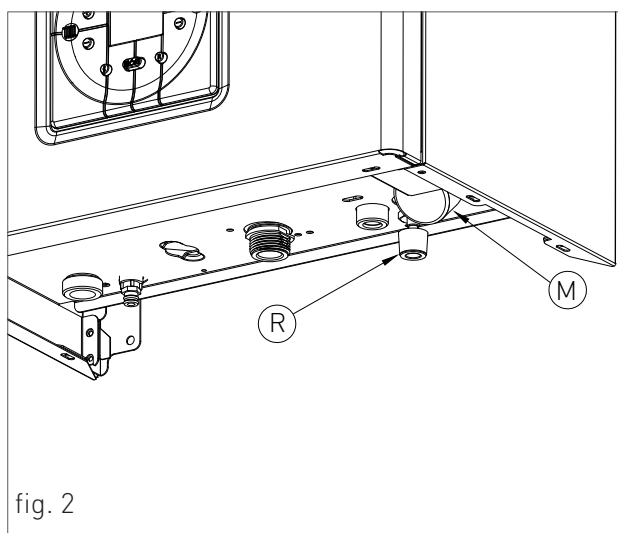
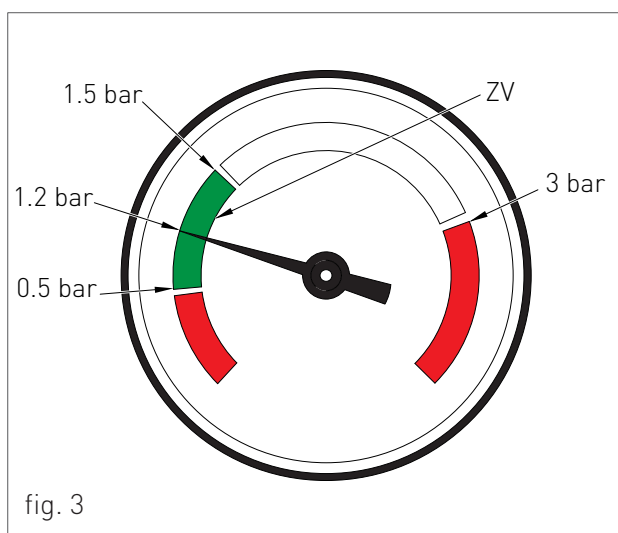

fig. 2
fig. 3
Per il posizionamento, operare come segue (vedi fig. 2):
3. aprire il rubinetto di carico "R" (fig. 2);
4. controllare attraverso il manometro "M" (fig. 2) che la pressione dell'impianto raggiunga 1.2 bar, corrispondente alla metà della zona verde 'ZV'(fig. 3);
5. ad operazione avvenuta, assicurarsi che il rubinetto di carico "R" (fig. 2) sia ben chiuso.
8. se dopo le suddette operazioni si rilevasse una diminuzione della pressione dell'acqua nell'impianto, aprire di nuovo il rubinetto di carico "R" fino a che la pressione nel manometro non segni 1.2 bar (fig. 3).